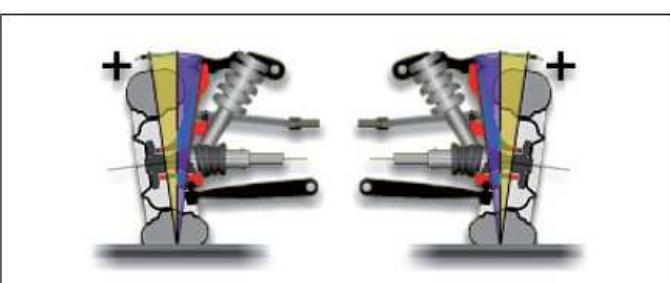

Abbildung 12
2) Sturz oder Neigung: Winkel der Radmittenebene zur Senkrechten am Boden (Abb. 12); Man spricht von positivem Sturz, wenn der obere Radteil nach außen geneigt ist. Maßeinheit Grad.